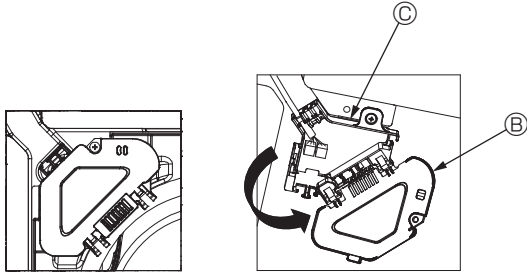

Fig. 4-5
- ③ Konektör kutusu kapağını tespit eden vidayı çıkarın ve daha sonra kapağı açın. (Fig. 4-5)
- ④ Bağlantı kablosu konektörünü konektör kutusuna yerleştirin.
- ⑤ Kablo kapağı ve konektör kutusu kapağını monte edin.